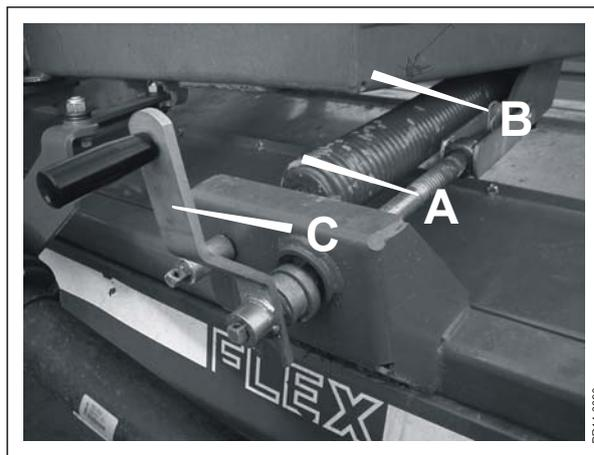

Рис. 3-12
Рис. 3-12 Точная регулировка выполняется путем наклона режущего механизма на оси **А**. Удалить шплинт **В**, и крутить ось **А** с помощью рукоятки **С**. После регулировки, вставить шплинт **В**, который поддерживает необходимую регулировку.
- Немного ослабить горизонтальные пружины (см.Рис. 3-12), и немного затянуть вертикальные пружины (см. Рис. 3-10).